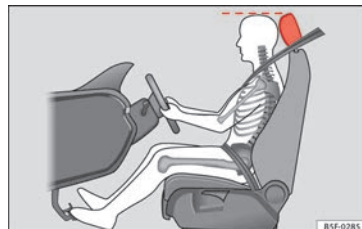

Fig. 56 Posição correta do encosto de cabeça do condutor.
- Ajuste o encosto de cabeça de modo a que o rebordo superior do mesmo fique alinhado com a parte superior da sua cabeça » **Fig. 56.**